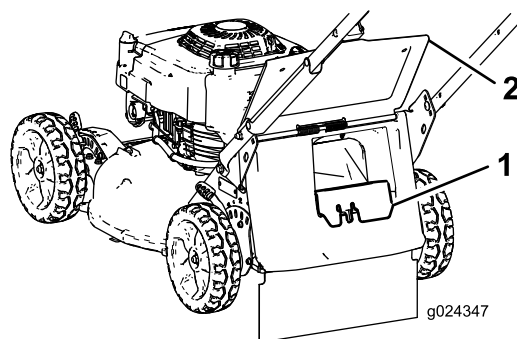

Figure 15
insérez-le dans l'éjecteur arrière jusqu'à ce que le verrou s'enclenche ; voir Figure 15.
3. Déposez l'obturateur d'éjection arrière en appuyant sur le verrou avec le pouce et en tirant sur l'obturateur pour le sortir de la machine (Figure 15).